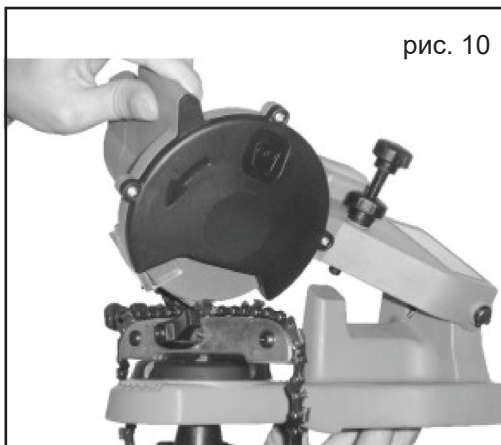

рис. 10
3. Медленно опускайте заточной диск, как показано на рис. 10. Если Вы заметите незначительные отклонения в настройках, выключите станок и отсоедините шнур.